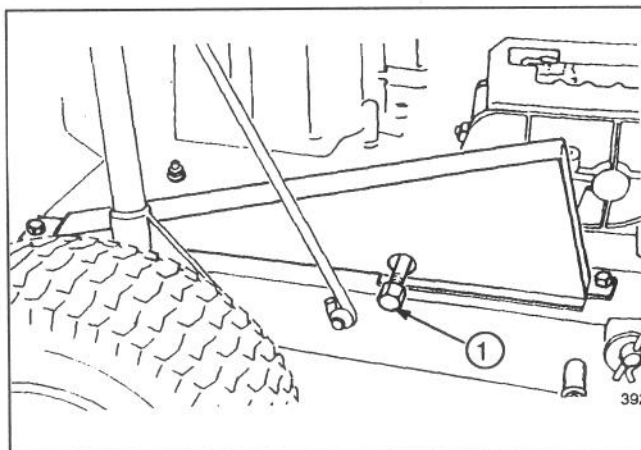

Figure 10
5. Enlever le bouchon de vidange (Fig. 10).